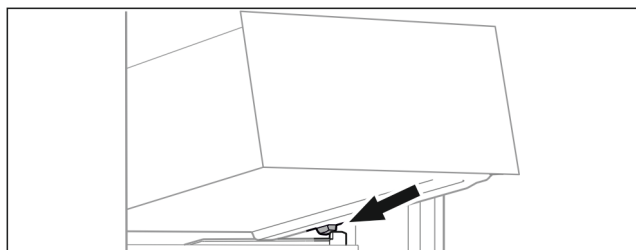

Fig. 92
- ▶ Applicare il cassetto inclinandolo dietro i fermi sulla nervatura del contenitore. (vedere Fig. 92)